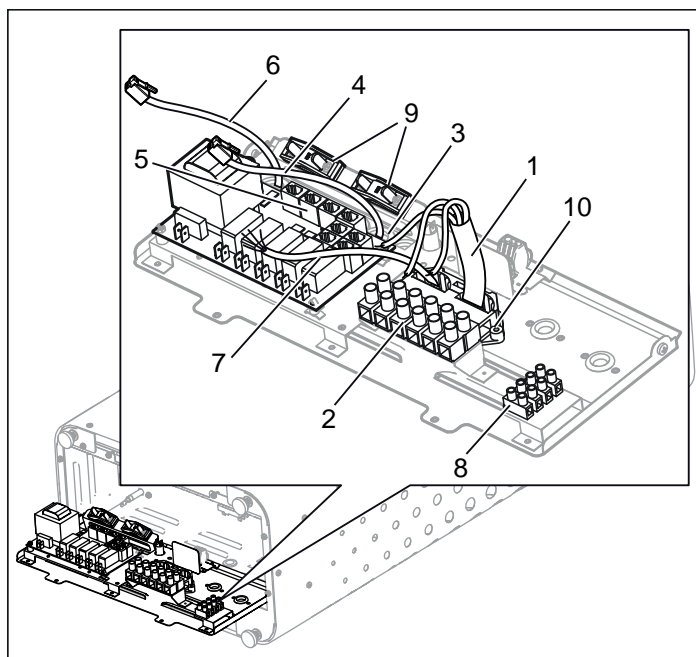
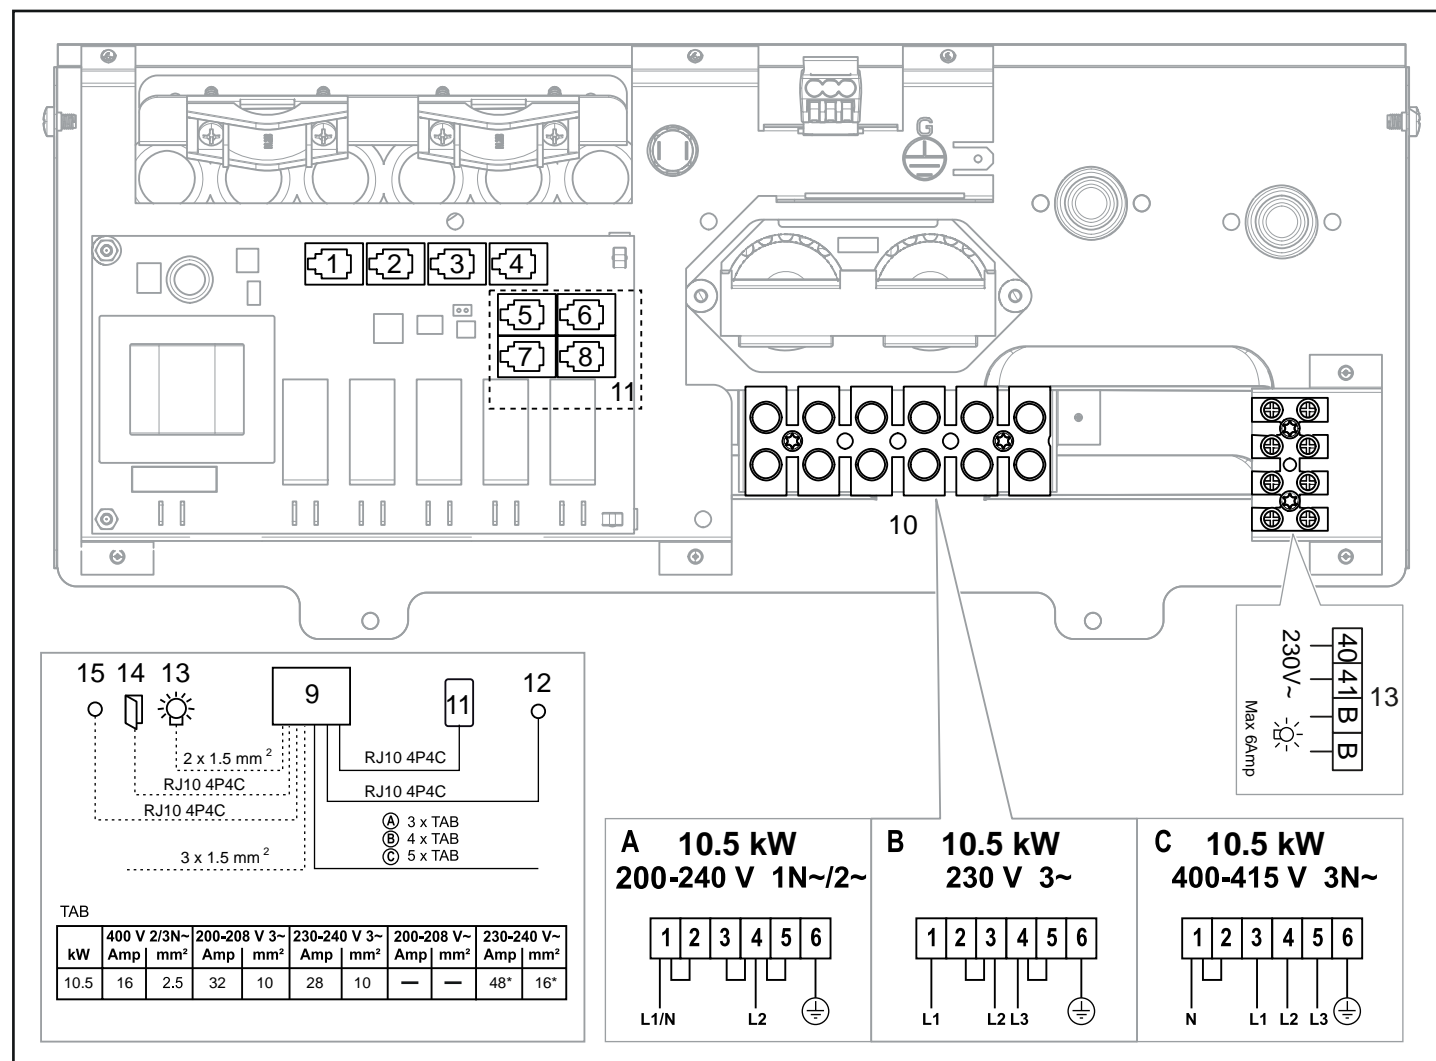

Fig 8: Kretskortet
Fig 11: Kopplingsschema
3. Anslut elkabeln (1) i plint (2) (se Fig 8) enligt kopplingschema (se Avsnittet Anslutning/kopplingschema, sidan 5).
4. Dra kablar för manöverpanel och temperatursensor genom kabelgenomföringarna (3). Anslut manöverpanelens kabel (4) i en av de fyra RS485-kontakterna (position 5-8) (5) (se Fig 8) enligt kopplingschema (se Avsnittet Anslutning/kopplingschema, sidan 5).
5. Anslut sensorns kabel (6) till NTC-kontakten på kretskortet (position 1) (5) (se Avsnittet Anslutning/kopplingsschema, sidan 5) enligt kopplingsschema (se Avsnittet Anslutning/kopplingsschema, sidan 5).
6. Anslut eventuell kabel till belysning (7) se Fig 8, sidan 3 till plint (8) enligt kopplingsschema Fig 11, sidan 5.
Vid inkoppling till spänningar eller fas-tal, som inte anges i kopplingsschema Fig 11, sidan 5, kontakta Tylö kundservice.